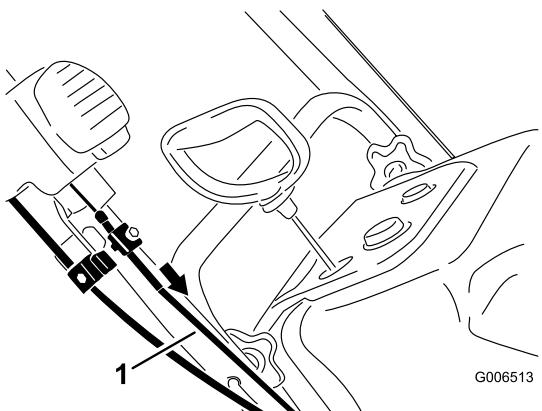

Рисунок 42
5. Потяните вперед оболочку верхнего троса так, чтобы устраниТЬ провисание троса, и затем надежно затяньте винт зажима верхнего троса (Рисунок 42).